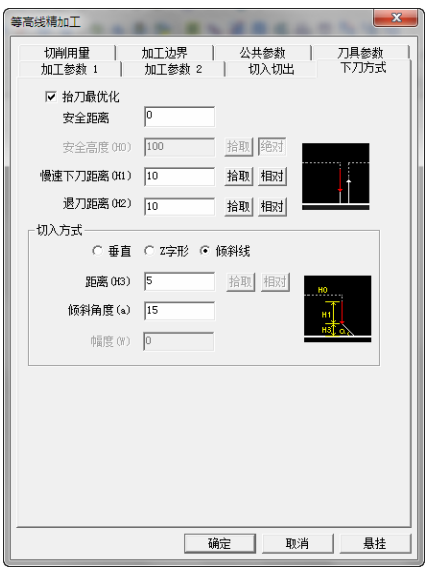

图 8-175 “下刀方式”选项卡
4) 单击“下刀方式”选项卡,勾选“抬刀最优化”,设置“切入方式”为“倾斜线”。“安全距离”“慢速下刀距离”“退刀距离”“距离”参数数值如图 8-175 所示。